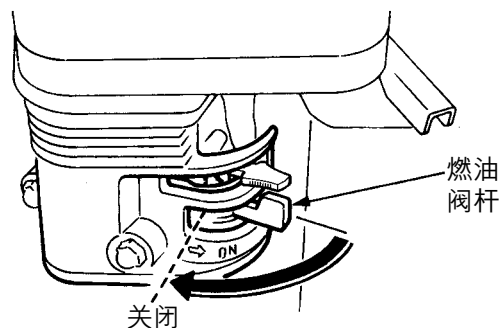

图34. 燃油阀杆（关）
4. 推移燃油阀杆至**关**位置来关闭燃油关闭阀(图34)。